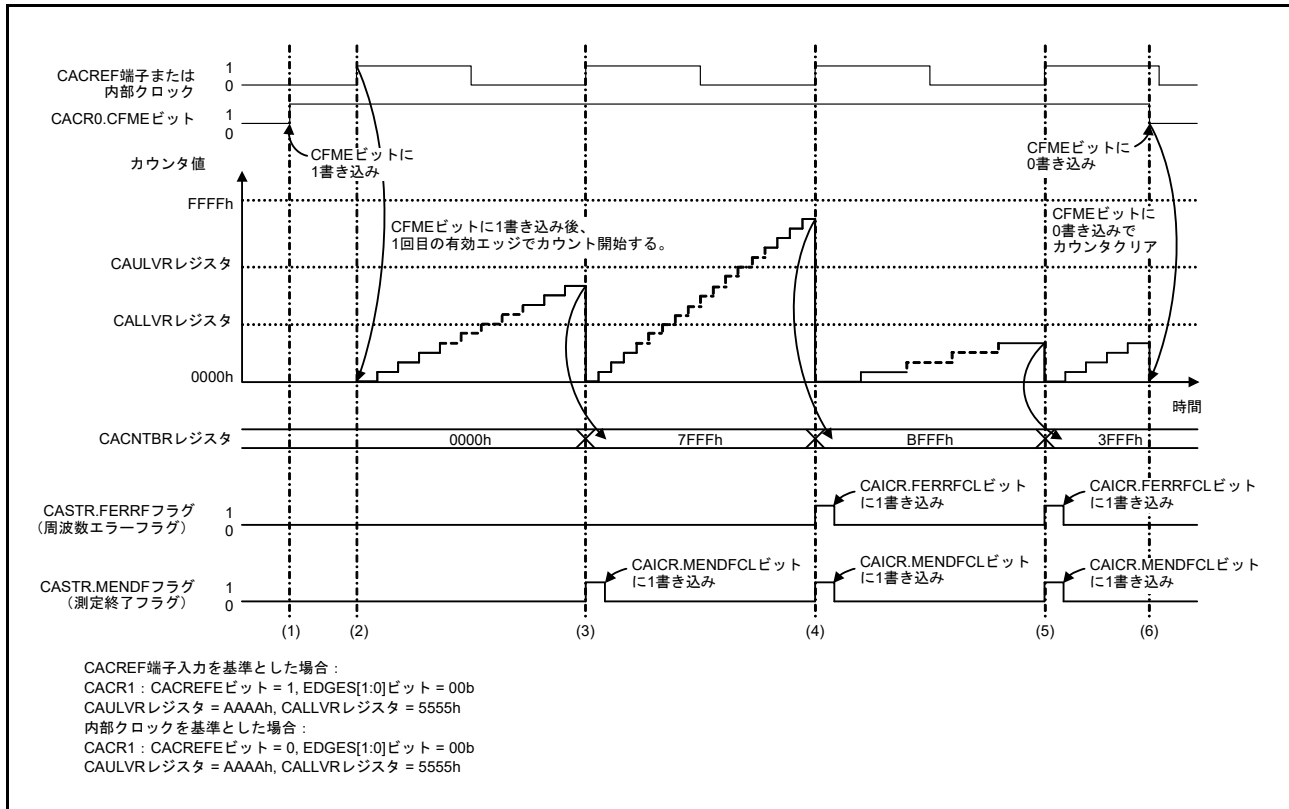

図 10.2 CACの動作例
CACは、CACREF端子入力または内部クロックを基準にしてクロック周波数を測定します。図10.2にCACの動作例を示します。
2. CACR1.EDGES[1:0]ビットで選択した有効エッジが測定基準クロックから入力されると、タイマがカウントアップを開始します。図10.2に示すように、有効エッジは立ち上がりエッジ (CACR1.EDGES[1:0] = 00b) です。